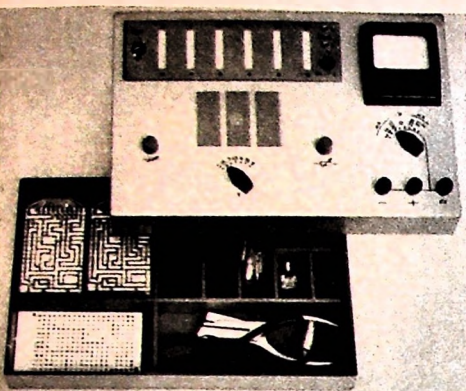

Bild 8. Elektronik-Baukasten „transpoly“
► Zum Service gehören gute Techniker. Gute Techniker müssen mühselig geschult und herangezogen werden. Für die Technikerlaufbahn sind Vorkenntnisse wichtig. Vorkenntnisse kann man eindrucksvoll durch Experimentieren gewinnen. Also experimentieren wir einmal. Das kann man vorzüglich mit einem neuen Elektronik-Baukasten „transpoly“, den man in ersten Mustern in „Städtischen Kaufhaus“ auf dem Stand von VEB Werk für Bauelemente der Nachrichtentechnik Teltow sah. Er genügt tatsächlich hohen Ansprüchen. Die jeweilige Schaltung wird ohne zu löten und zu schrauben aufgebaut. Der Baukasten besteht aus einem pultähnlichen Oberteil (Bild 8). Oben links sind auf dem Pult sieben Steckerleisten und drei Buchsen angebracht. Das Pult enthält ferner ein Universalmeßgerät, ein Potentiometer, einen Drehkondensator, Meßbereichumschalter, einen Lautsprecher mit Übertrager und sechs Monozellen je 1,5 V. In Fächern in einem Behälter unter dem Pult sind untergebracht zwei gleiche Schaltplatten (mit